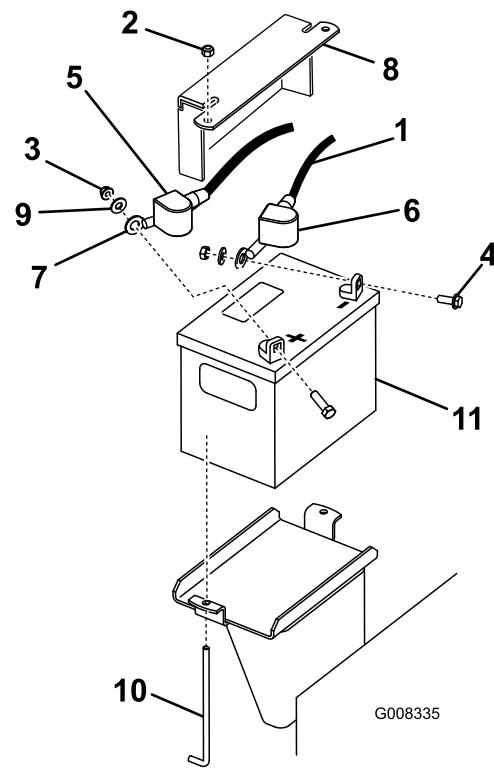

Figure 39
3. Enlevez le capuchon en caoutchouc noir qui protège le câble négatif. Débranchez le câble négatif de la batterie de la borne négative (-) de la batterie (Figure 39).
4. Enlevez le capuchon rouge de la borne positive (rouge) de la batterie et débranchez le câble positif (rouge) (Figure 39).
5. Enlevez la plaque de maintien, les boulons en J et les contre-écrous de fixation de la batterie (Figure 39) et retirez la batterie.
1. Placez la batterie sur la machine (Figure 39).
3. Commencez par relier le câble positif (rouge) à la borne positive (+) de la batterie avec un écrou, une rondelle et un boulon (Figure 39). Glissez le capuchon de caoutchouc sur la borne de la batterie.
4. Reliez ensuite le câble négatif et le câble de masse à la borne négative (-) de la batterie avec un écrou, une rondelle et un boulon (Figure 39). Glissez le capuchon de caoutchouc sur la borne de la batterie.